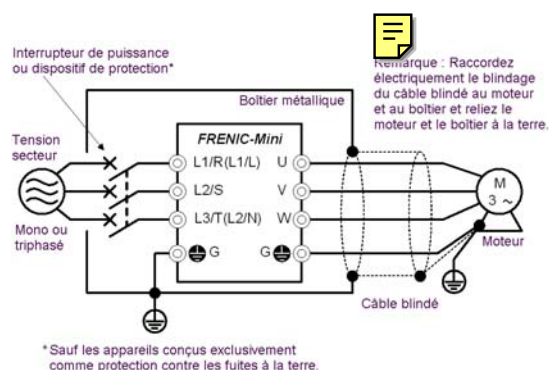

Figure 11-3-3 Montage du variateur de fréquence dans un boîtier métallique
- 4) Si les signaux parasites émis par le variateur de vitesse dépassent le seuil autorisé, installez le variateur de vitesse et ses périphériques dans un boîtier métallique, comme présenté à la figure 11-3-3.